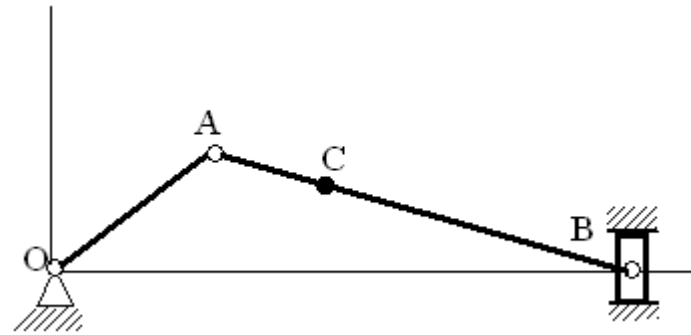

Рис. 1. Схема механизма
1. Построить параметризованную модель кривошипно-шатунного механизма (рис. 1) согласно заданным размерам.